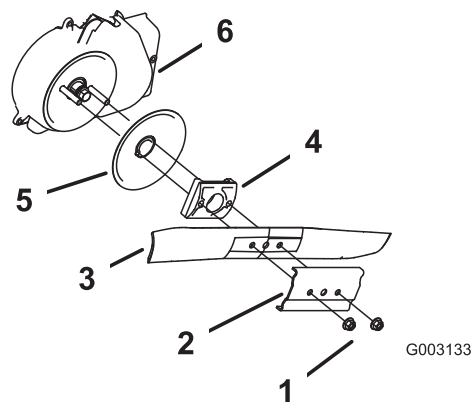

Figura 37
3. Retire las 2 tuercas de la cuchilla y el refuerzo (Figura 37).
4. Retire la cuchilla (Figura 37).
5. Retire el impulsor de la cuchilla y el disco (Figura 37).
6. Retire el protector del embrague del freno de la cuchilla (Figura 37).
10. Instale la cuchilla y el refuerzo que retiró anteriormente (Figura 37).